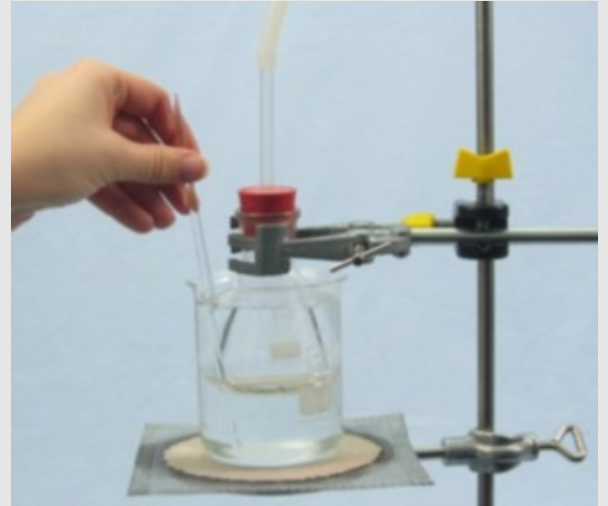

Fig. 19
5. Revuelve con cuidado durante 1 o 2 minutos para que el aire del matraz Erlenmeyer tome la temperatura del agua (Fig. 19).